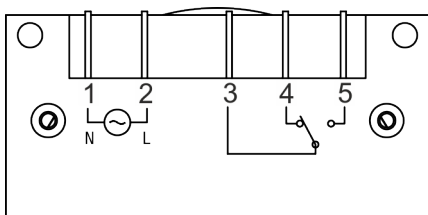

Fig. 4: Schéma de raccordement de l'actionneur (récepteur)
3. Insérer les languettes de raccordement (plates DIN 6,3) dans les cosses de câble correspondantes au moyen du schéma de raccordement (Fig. 4).